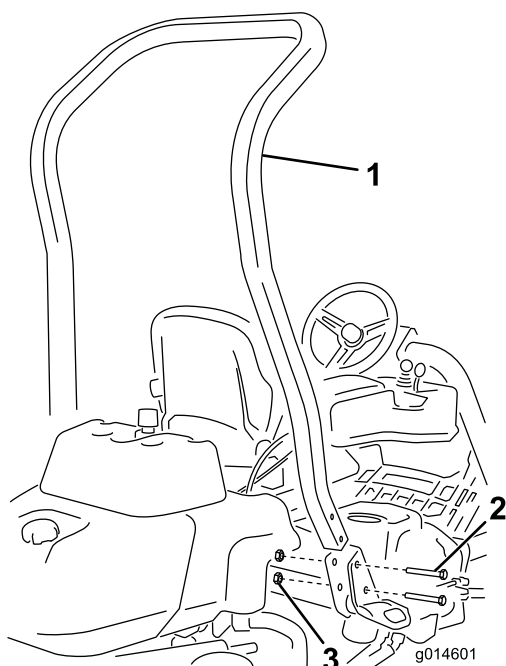

Figura 3
3. Instale a barra nas bolsas de cada lado da máquina, utilizando 4 parafusos (½ pol. x 3 pol.) e quatro porcas flangeadas (½ pol.) (Figura 3).